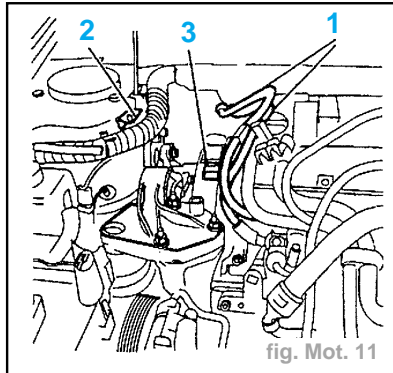

fig. Mot. 11
- Écarter (fig. Mot. 11) :
- les canalisations de carburant (1),
- l'électrovanne de purge canister et le capteur de pression d'admission avec leur support (2).